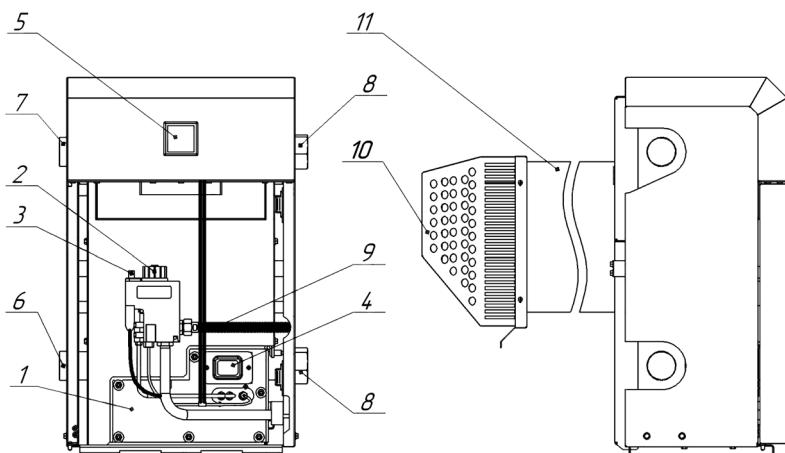

Рис. 1. Котел Direct с автоматикой EUROSIT 630
- 5.1. Котел представляет собой сварную конструкцию, образующую по всему периметру водяную рубашку, окаймляющую топочную камеру. В нижней части котла, в проеме топочной камеры, установлено газогорелочное устройство с органами управления. В задней части котла находится газоотводящий патрубок для удаления продуктов сгорания из топки. На задней поверхности котла расположены проушины для крепления к стене. На боковых стенках котла расположены патрубки для подключения отопления (см. рис. 1).